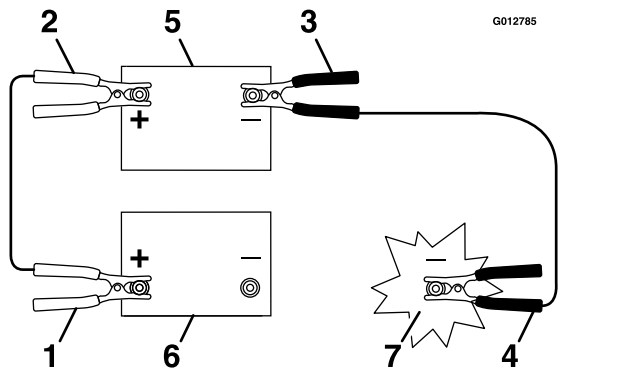

Figura 90
- Conecte la abrazadera del cable positivo (+) (rojo) al borne positivo (+) de la batería descargada (Figura 90).